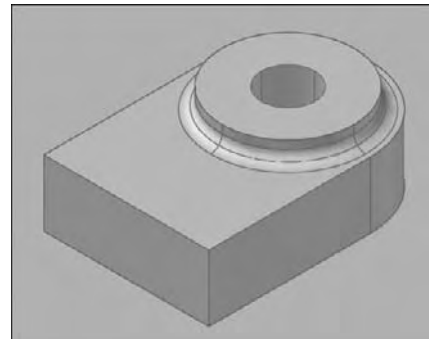

Fig.16.9
- 7] Effectuez une soustraction booléenne entre le pied et le cylindre (fig.16.9).